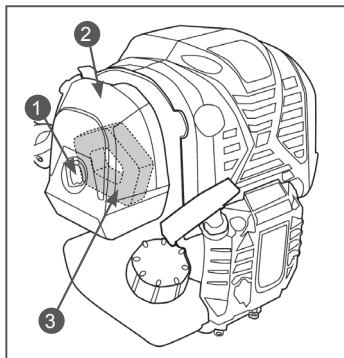

Рис. 14 Обслуживание воздушного фильтра
1. Открутите винт крепления 1 и снимите крышку воздушного фильтра 2 (Рис. 14).
2. Извлеките фильтрующий элемент 3 (Рис. 14).